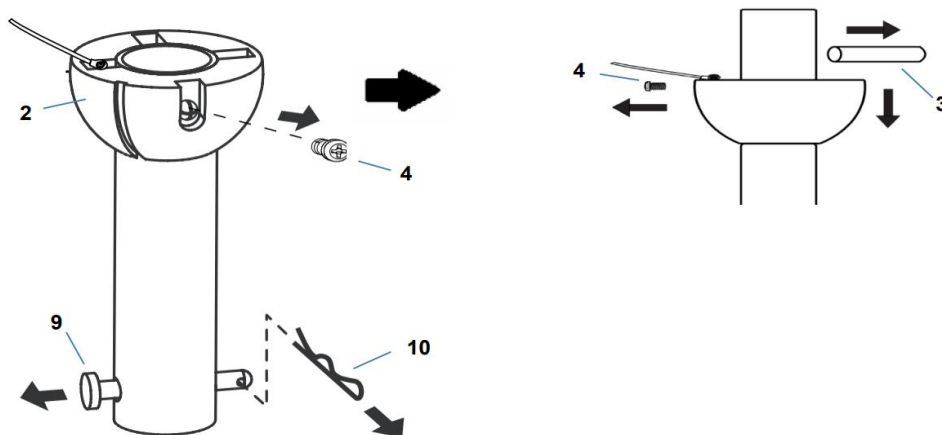

Fig. 6.1
1. Retire la junta de bola (2) y el pasador cilíndrico (3) aflojando los tornillos de fijación (4) de la varilla descendente (6). Retire el pasador de enganche (9) quitando el clip de bloqueo (10). **NOTA: No deseche estas piezas, consérvelas; se requerirá volver a armarlas más tarde.** (Fig. 6.1)